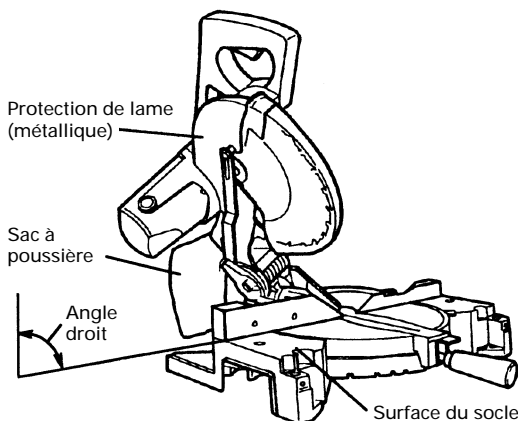

Fig. 35
(1) Si le sac à copeaux est plein, les copeaux sortent du sac quand la lame tourne. Vérifier le sac à copeaux périodiquement et le vider avant qu'il ne soit plein.
(2) Lors d'une coupe de biseau ou d'une coupe mixte, fixer le sac à copeaux à angle droit sur la surface du socle comme indiqué à la Fig. 35.